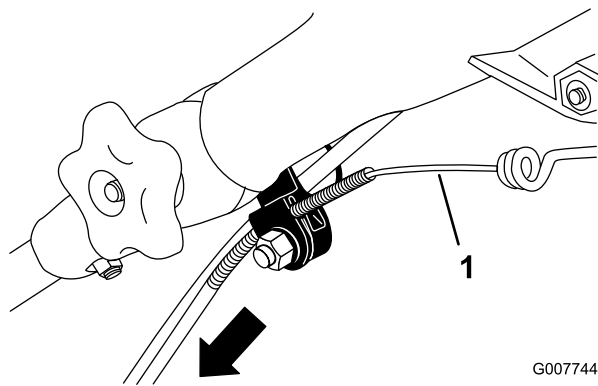

Figura 50
3. Tire hacia abajo de la cubierta del cable hasta eliminar la holgura en el cable expuesto (Figura 50).